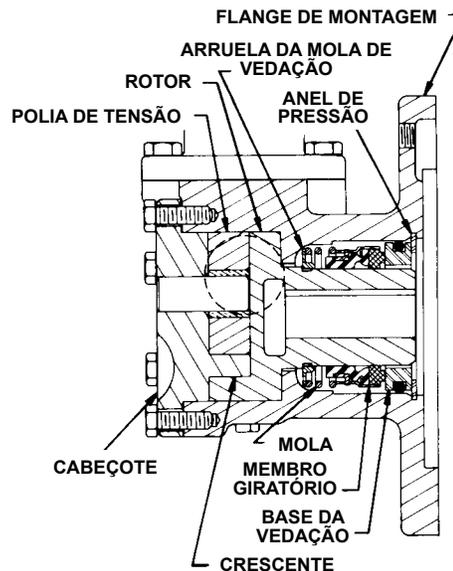

FIGURA 9
Remontagem dos modelos G475 ou GG475 Bombas de selo mecânico: consulte a Figura 9
Note a posição correta da polia e da crescente (**Veja a Figura 9 e a etapa 2 de Desmontagem**). Aperte os parafusos de remate do cabeçote e, em seguida, verifique a folga final.
6. **INSTALE O SELO MECÂNICO.** Deslize a arruela da mola de vedação sobre o cubo do rotor o máximo possível. Lave o cubo do rotor e o orifício da carcaça de vedação com óleo leve (não graxa) e monte a mola, o membro giratório e a base do selo mecânico na posição, **consulte a Figura 9.**